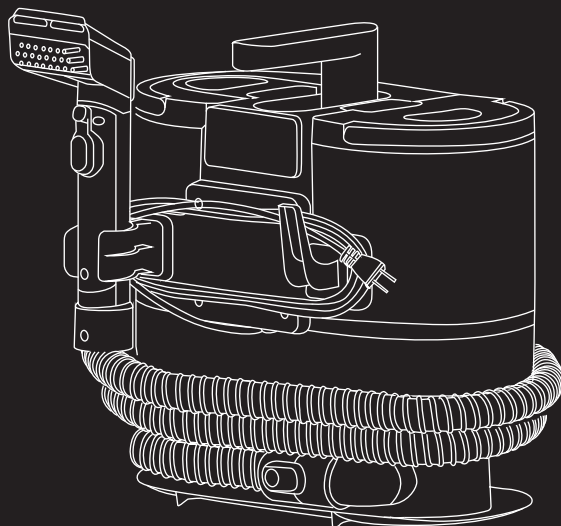

Abb. 20
1. Unterwegs flexibles Auto für die untere Partei und Fixierung des Netzgerätes mit dem Porte-outil (Abb. 20).
2. Sicherstellung des Wartungskordons für die Organisation des Kordons und Unterstützung der Netzversorgung (Abb. 20)